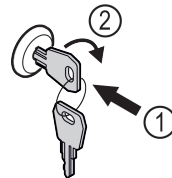

Fig. 171
- ▶ Вдавити ключ. Fig. 171 (1)
- ▶ Повернути ключ на 90° за годинниковою стрілкою. Fig. 171 (2)